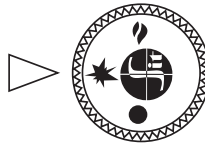

Рис. 10
- 7.3. Для розжига пилотной горелки ручка управления переводится в положение «искр » (рис. 10).